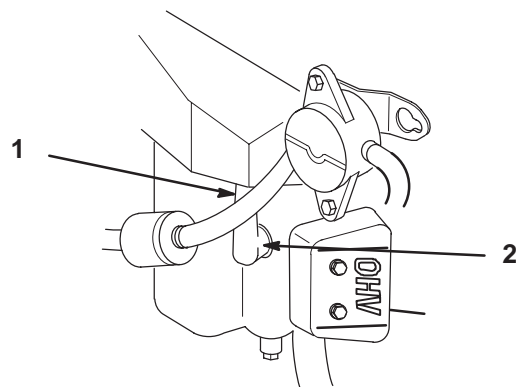

Figure 41
3. Débranchez les fils des bougies (Fig. 41). Nettoyez la surface autour des bougies pour éviter que des impuretés n'endommagent le moteur en tombant à l'intérieur.
3. Rebranchez les bougies (Fig. 41).